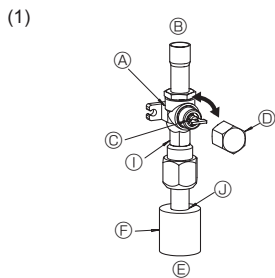
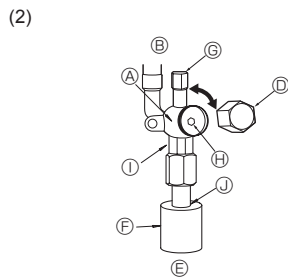

Fig. 4-6
Fig. 4-7
- (1) Строна с газом RP100-250 (Fig. 4-6)
- ① Снимите колпачок, потяните ручку на себя и поверните на 1/4 оборота против часовой стрелки для открытия.
- ② Убедитесь в том, что запорный кран полностью открыт, надавите на ручку и поверните колпачок в первоначальное положение.
- (2) Строна с жидкостью RP100-250 и сторона с газом/жидкостью RP35-71 (Fig. 4-7)
- ① Снимите колпачок и поверните шток золотника против часовой стрелки до упора, используя для этой цели 4 мм шестиугольный гаечный ключ. Прекратите поворачивать шток в момент, когда тот достигнет стопора. (Ø9,52: Приблизительно 10 оборотов)